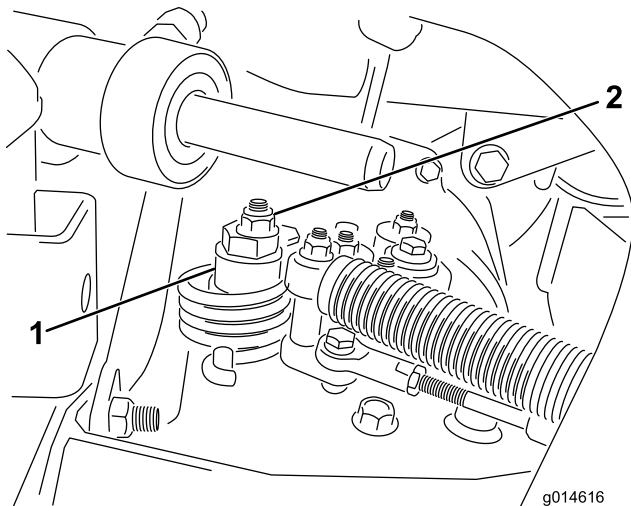

Figure 48
- A. Desserrez l'écrou de fixation de l'excentrique en haut de l'hydrostat (Figure 48).
- C. Tournez l'excentrique jusqu'à ce que la roue ne tourne plus dans aucune direction. Lorsque la roue arrête de tourner, serrez l'écrou pour bloquer l'excentrique et le réglage (Figure 48). Vérifiez le réglage avec la commande d'accélérateur en position Bas régime, puis Haut régime.